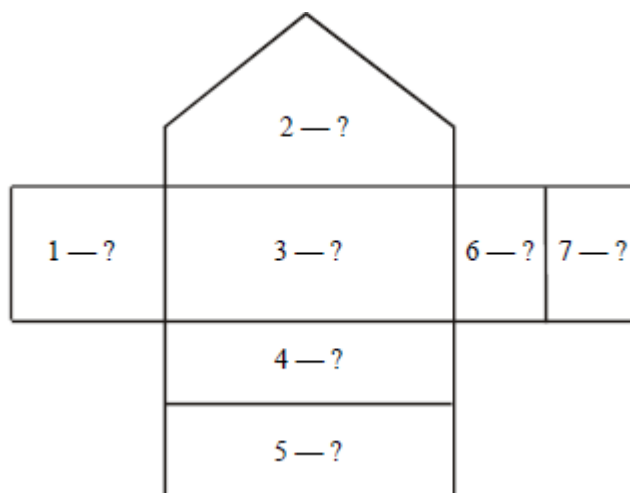

Рисунок 4.1 – Матрична модель «Будинку якості»
**1.** Замість знаків питання в матричній моделі «Будинку якості» (рис.4.1) необхідно вказати відповідні позначення та найменування, а також